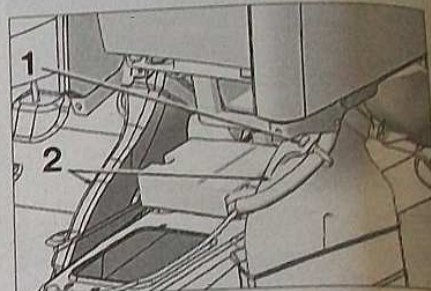

FIG. 25
Décliper le collier de maintien (1) du faisceau de boîtier calculateur centralisé (Fig.25)